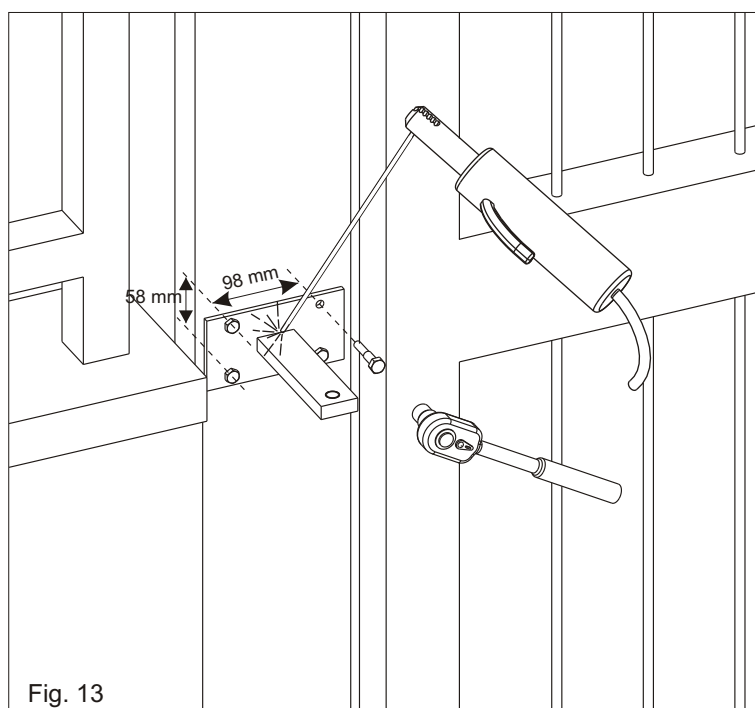
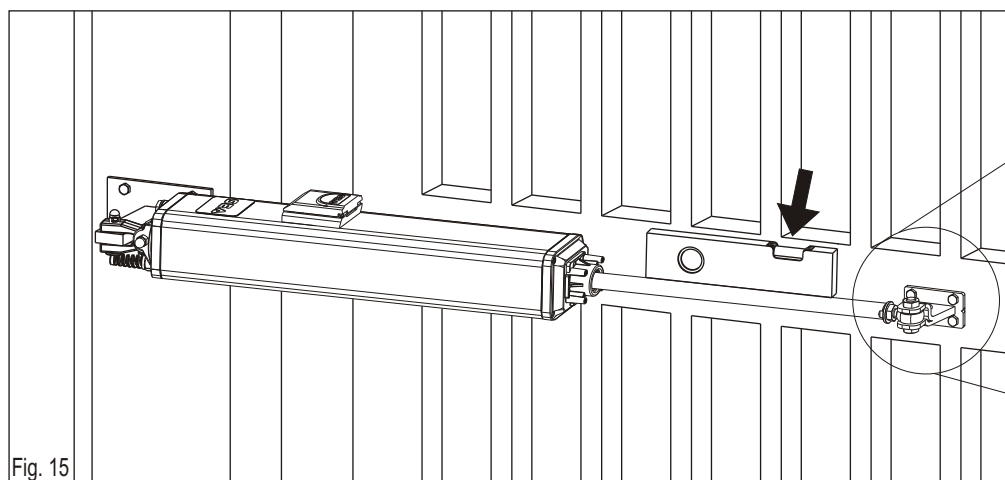

Fig. 13
Fig. 15
Selon le type d'ouverture choisi (interne ou externe) et de la rotation maxi. du vantail (voir pag.35-36), l'étrier doit être coupée, avant tous, en respectant la cote « a » en pag.35-36 et successivement soudée comme dans fig. 13.
Le support doit être positionné de façon que l'opérateur soit parfaitement horizontal (Fig.13, Fig.15).
- 4) Positionner l'opérateur de façon qu'il résulte parfaitement horizontal et donc marquer la position de la fixation antérieure (Fig.15)